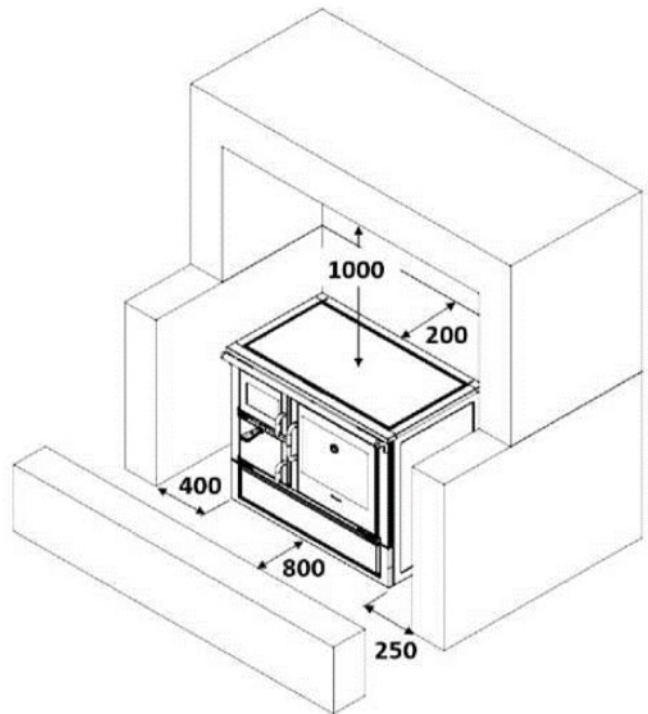

ABB. 36 Sicherheitsabstände (Kochplatte)
- Lassen Sie einen Abstand von 30-40 mm zwischen den Möbeln und den Seiten der Küche, damit die Luft in der Küche zirkulieren kann, mit Ausnahme von brennbaren Materialien. Wird der Herd in der Nähe von brennbaren Materialien installiert, müssen Sicherheitsabstände eingehalten werden, die gemäß den Tests nach der Norm UNE-EN 12815 angegeben sind. Siehe Abbildung 36 und 37.